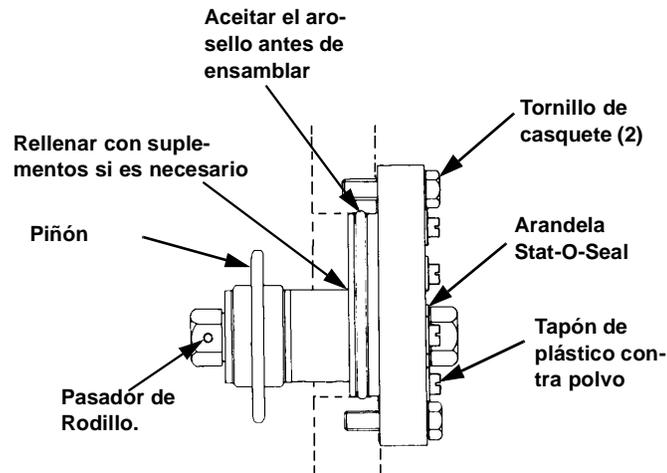

FIGURA 5-8: PIÑÓN DE TENSADO DE CADENA (EXCÉNTRICO)
6. Si la alineación no se encuentra dentro de 1/32 pulgada (1mm), rellenar con arandelas de acuerdo a lo necesario, vea la Figura 5-8. Si la alineación es correcta, sacar todo el ensamble nuevamente. Apretar la tuerca tensora al valor recomendado en la Tabla 1-12 de la página 1-16 y perfore un agujero de 1/8" (3.175 mm) a través de la tuerca. Insertar el pasador de rodillo.